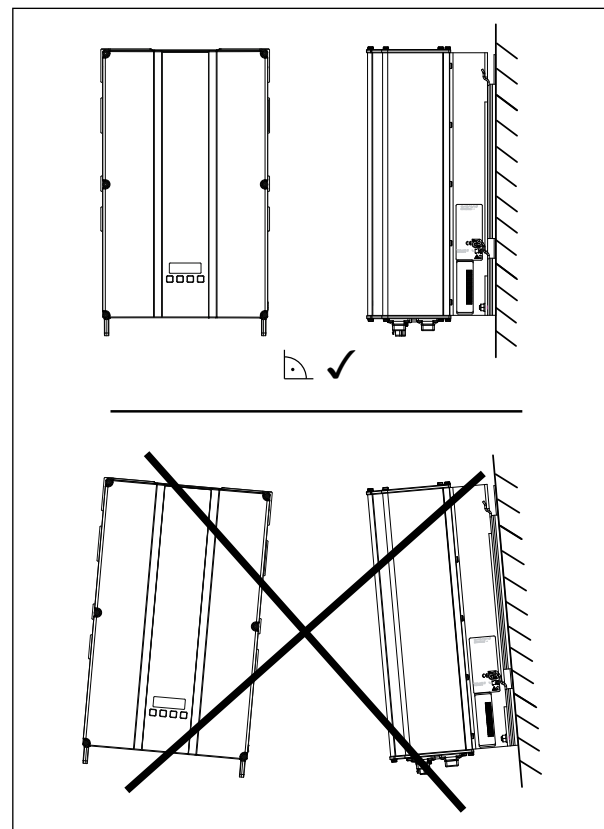

Fig. 7.1: Allineamento durante il montaggio
- ▶ Montare l'inverter solare in verticale, vedi Fig. 7.1, p. 24.